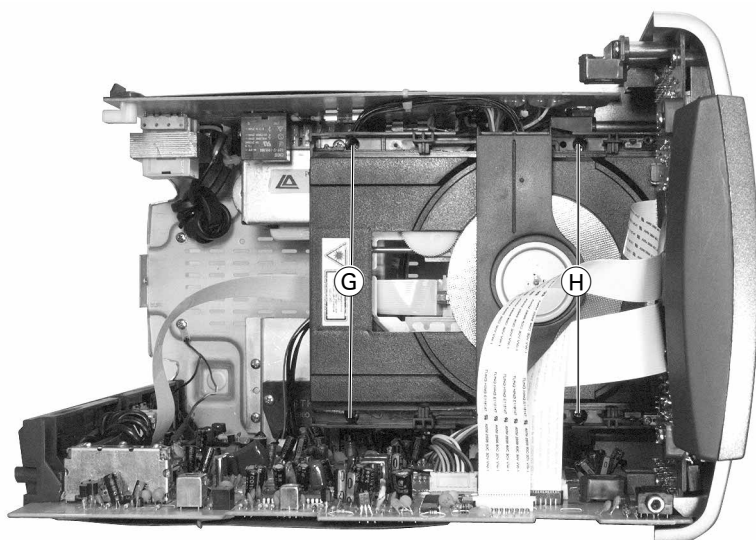

Fig. 7
- 2 Schrauben ⑥ (Fig. 7) herausdrehen.
- 2 Schrauben ⑨ (Fig. 7) herausdrehen.
- Undo 2 screws ⑥ (Fig. 7).
- Undo 2 screws ⑨ (Fig. 7).